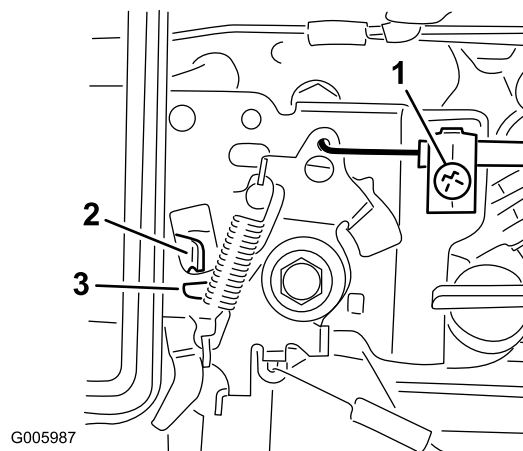

Figure 11
- C. Déplacez la manette d'accélérateur sur le moteur jusqu'à ce qu'elle touche la manette de starter (Figure 11).
D. Resserrez la vis de fixation (Figure 11).